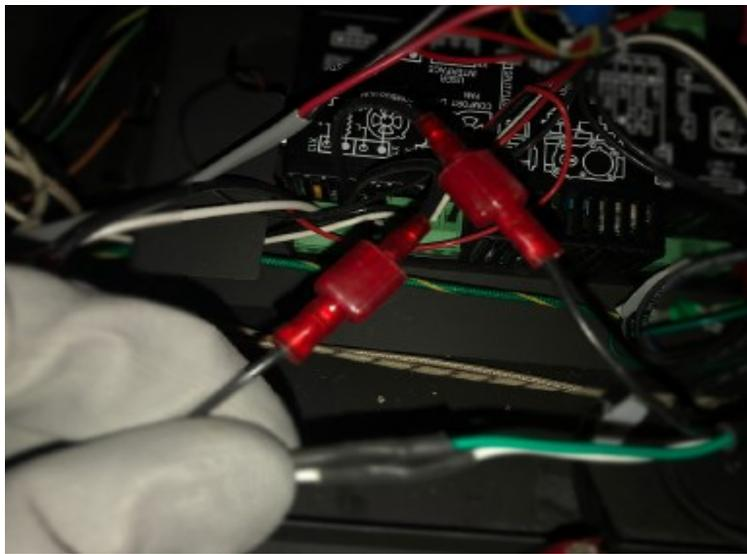

Figure 6.17 - Faisceau de câbles - Connexion rapide aux fils noirs
4. Nous allons maintenant connecter le faisceau de câbles de l'événement électrique au module de commande et au faisceau de câbles du foyer. Le faisceau de câbles de ventilation électrique a le fil chaud noir divisé avec deux connexions rapides femelles à chaque extrémité. Branchez-les dans les fils noirs qui ont des connexions rapides sortant du module de commande à l'emplacement du ventilateur de combustion X12. Voir Figure 6.17.